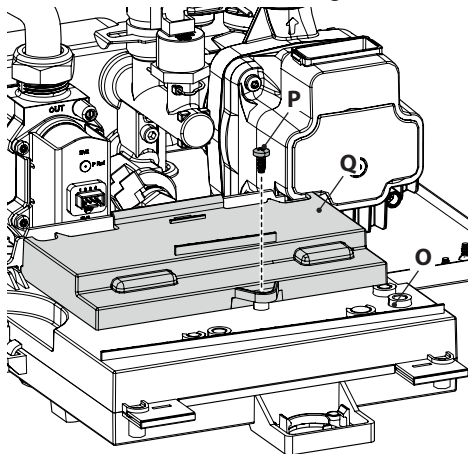

Figura 5.20
in Figura 5.20.
- Svitare la vite **P** e sollevare il coperchio **Q** per accedere alle morsettiere alimentazione elettrica, remoto e sonda esterna (Figura 5.20).